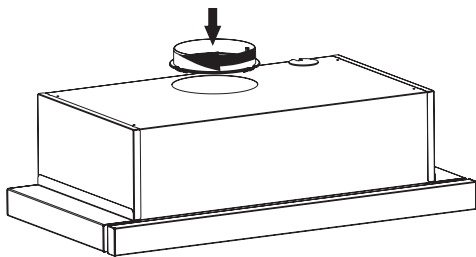

Rys. 2
- Włożyć plastikowy sworznię na zaworze (Rys. 2, obszar 2) w gniazdo sworznia (Rys. 2, obszar 1) znajdujące się na wylocie silnika. Następnie wyciągnąć nieznacznie zawór, aby włożyć inny sworznię na zaworze do innego gniazda sworznia. Rys. 2